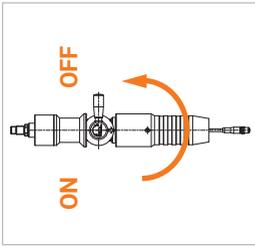

Abbildung 13
- ▶ Drehen Sie den Betätigungshebel (Pos. 3) der Füllkupplung um 180° in die OFF-Position (Abbildung 13).